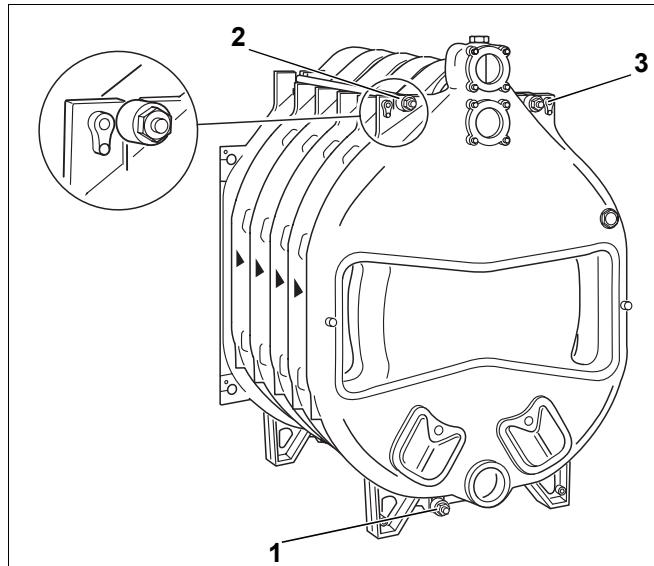

Рис. 17 Монтаж анкерных штанг
- Вставить анкерные штанги с надетыми пакетами пружин в предусмотренные для них места в литых выступах (рис. 17, **поз. 1, 2 и 3**).